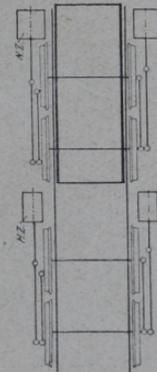

Abb. 261. Mallet-Triebwerk.
**b) Mehrfache Triebwerksanordnungen (Abb. 261 bis 265).**
- a) Bauart „Mallet-Rimrott“ (Abb. 261): nur 1 Dampfdrückgestell. Vorderes Antriebsgestell drehbar um einen Zapfen, hinteres fest mit dem Kessel verbunden. Zwei Hochdruckzylinder hinten außen am festen Hauptrahmen, zwei Niederdruckzylinder vorn außen am beweglichen Rahmen (Neben- oder Drehgestellrahmen); Zylinder jedesmal vor den Triebachsen; Zylinder wirken gleichlaufend; durch Gelenkrohre sind Hoch- und Niederdruckzylinder miteinander verbunden.